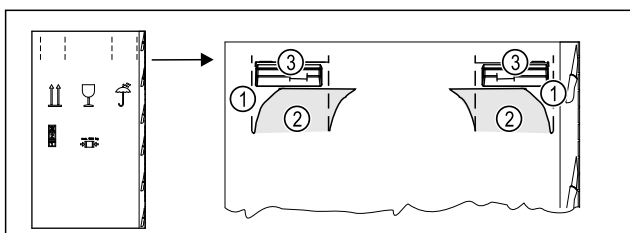

Fig. 4
- ▶ Fent, a perforálásnál Fig. 4 (1) nyomja be a csomagoló kartont.
- ▶ Húzza ki a benyomott füleket Fig. 4 (2).
- ▶ A jobb és a bal oldalon látható a hordfogantyú Fig. 4 (3).
- ▶ Tartsa meg a készüléket a hordfogantyúknál Fig. 4 (3).